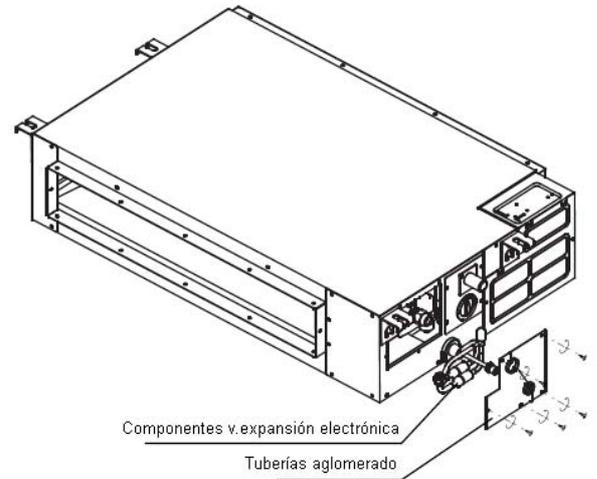

Fig. 9-3
1. Retire los tornillos de la placa de aglutinante de las tuberías (Fig. 9-3)